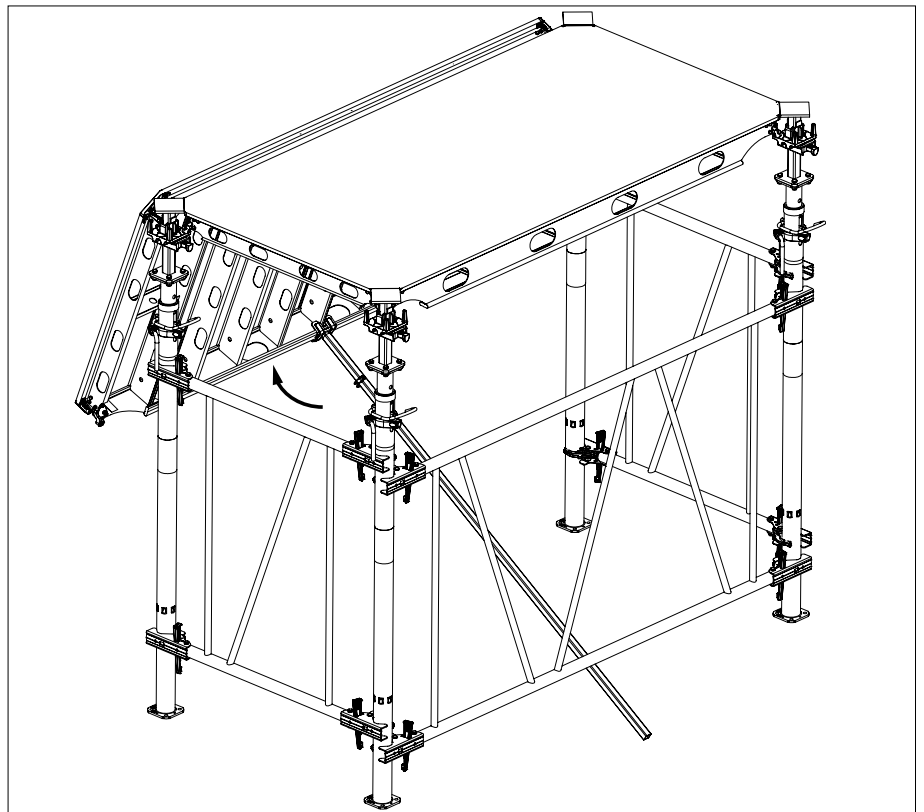

Fig. A5.07
2. Ayudándose de la horquilla auxiliar de encofrado, desplace el panel hacia arriba apoyándolo temporalmente hasta que se instalen los siguientes dos puntales. (Fig. A5.07)